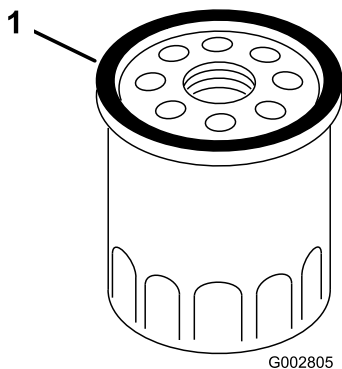

**Рисунок 28**
6. Снимите масляный фильтр (Рисунок 28).